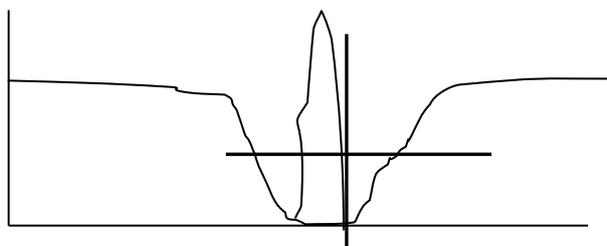

Рисунок 6- Запросный сигнал в структуре сигнала приемника при отсутствии сигнала радиозонда.
4.3.7.2 Перевести тумблер «Запросный сигнал – Выкл» в положение «Запросный сигнал», при этом будет подано напряжение питания +48 В на блоки СВЧ АГ, БУМ. В окне «» должна измениться картинка – примерно по середине защитной паузы появиться запросный сигнал передатчика см. рис.6 Перекрестье измерителя дальности должно переместиться правее запросного импульса в точку с минимальной амплитудой.